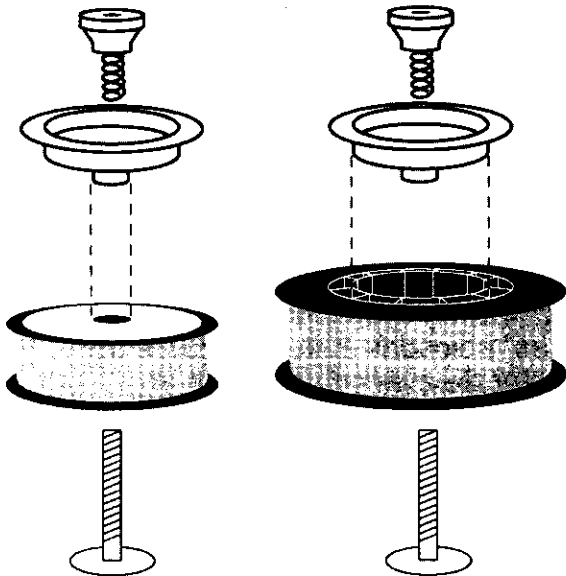

Figura 7A.
5. Si se está instalando un carrete de alambre de 10cm (4"), instalar el mecanismo del freno sobre el carrete como en la Figura 7A; pero si se instala un carrete de 20 cm (8"), instalar un adaptador de eje y el mecanismo de freno como en la Figura 7B. El propósito del freno es detener el giro del carrete casi al mismo tiempo que se interrumpe la alimentación del alambre.